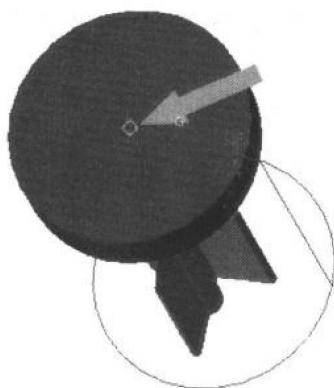
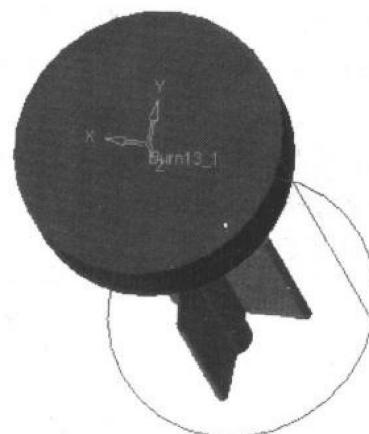

图 1-7
图 1-8
- (4) 从电极向导工具栏中选择 Burn UCS（放电坐标系）的图标 。
- (5) 选择如图 1-7 所示的中心点并确定，结果如图 1-8 所示。